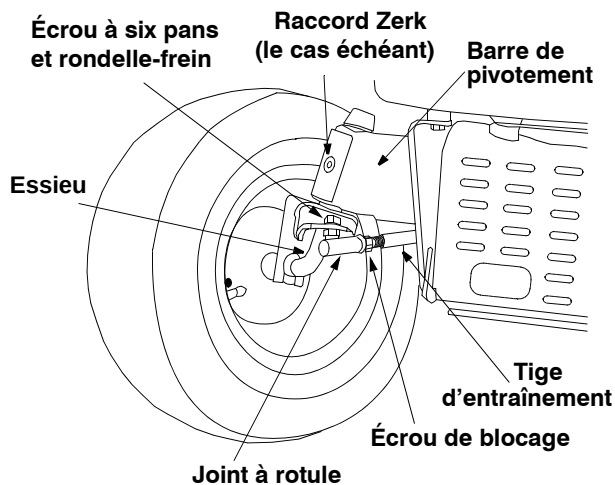

Figure 20
- Desserrez l'écrou de blocage de la tige d'entraînement sur l'arrière du joint à rotule. Voir la Figure 20.
- Retirez l'écrou à six pans et la rondelle-frein sur le dessus du joint à rotule. Voir la Figure 20.